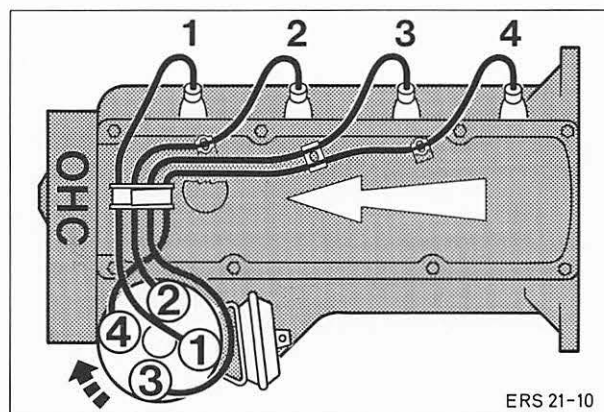

Abb. 263 Zündkabelanordnung (Zündfolge)
10. Zündkabel aufstecken, Abb. 263, und Batterie-Massekabel anklemmen.